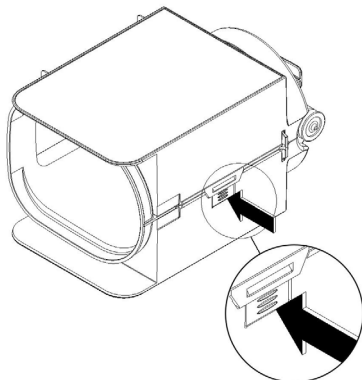

**figure 6**
**3** Retirer la spirale extérieure de l'évaporateur (voir figure 5), puis le joint hexagonal (voir figure 6).